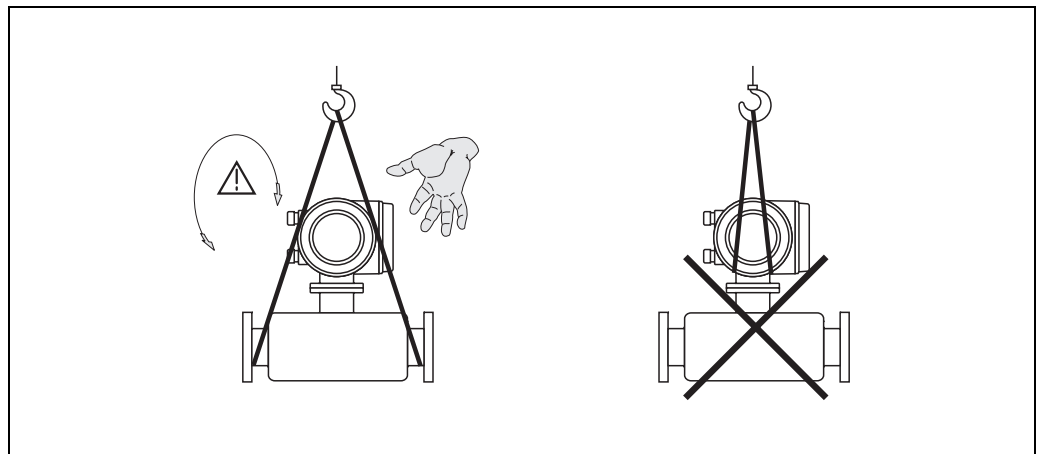

Abb. 5: Transporthinweise für Messaufnehmer mit  $> DN 40$  ( $> 1\frac{1}{2}$ " )
- Messgeräte der Nennweiten  $> DN 40$  ( $> 1\frac{1}{2}$ " ) dürfen für den Transport nicht am Messumformergehäuse oder am Anschlussgehäuse der Getrenntausführung angehoben werden (Abb. 5). Verwenden Sie für den Transport Tragriemen und legen Sie diese um beide Prozessanschlüsse. Ketten sind zu vermeiden, da diese das Gehäuse beschädigen können.